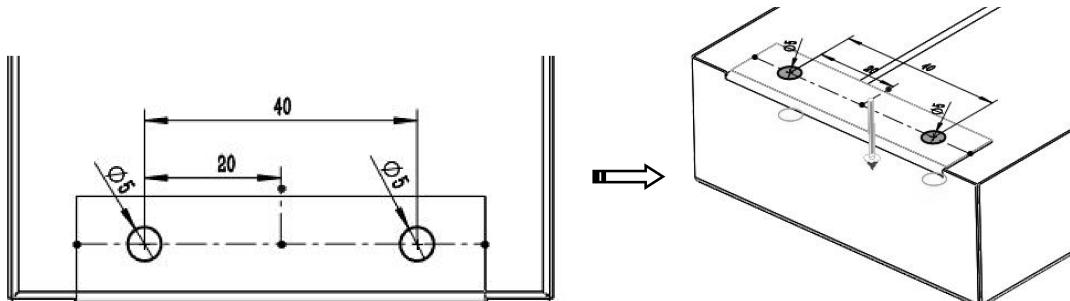

图 6-74 创建拉伸切除孔
- 07 在【钣金】选项卡中单击【拉伸切除】按钮，选择钣金件上表面作为草图平面，绘制两个圆，单击【确定】按钮，弹出【拉伸 - 切除】属性面板。在【拉伸 - 切除】属性面板中勾选【与厚度相等】复选框，生成圆孔的拉伸切除，如图 6-74 所示。